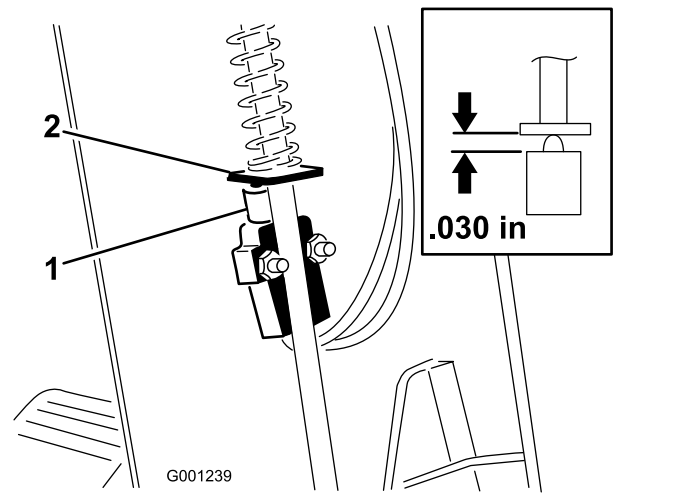

Bild 71
3. Schieben Sie die Abdeckung auf der Lenkwelle nach oben, um den Schalter für die Feststellbremse freizulegen (Bild 71).
5. Richten Sie die Schaufel der Feststellbremsstange mit dem Schalterkolben aus (Bild 71).
6. Drücken Sie die Feststellbremsstange nach unten und den Schalter nach oben, bis die komprimierte Länge des Schalterkolbens 0,7 mm beträgt; siehe Bild 71.